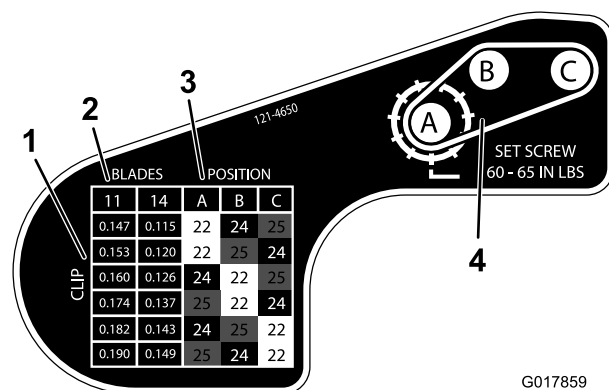

Figure 17
6. En vous aidant du tableau imprimé sur l'autocollant illustré à la Figure 17, déterminez le réglage de coupe voulu et les poulies qui devront être déplacées.
9. Posez chaque poulie selon la configuration indiquée sur l'autocollant (Figure 17).